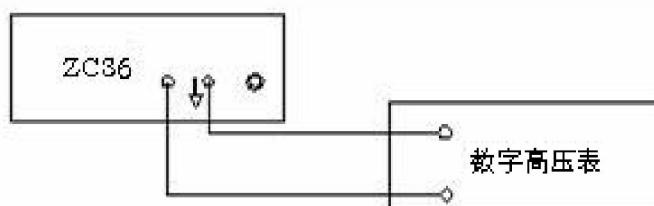

图 8
8.1 电压校验将仪器“高压输出”端和“接地”端按图 8 与输入阻抗